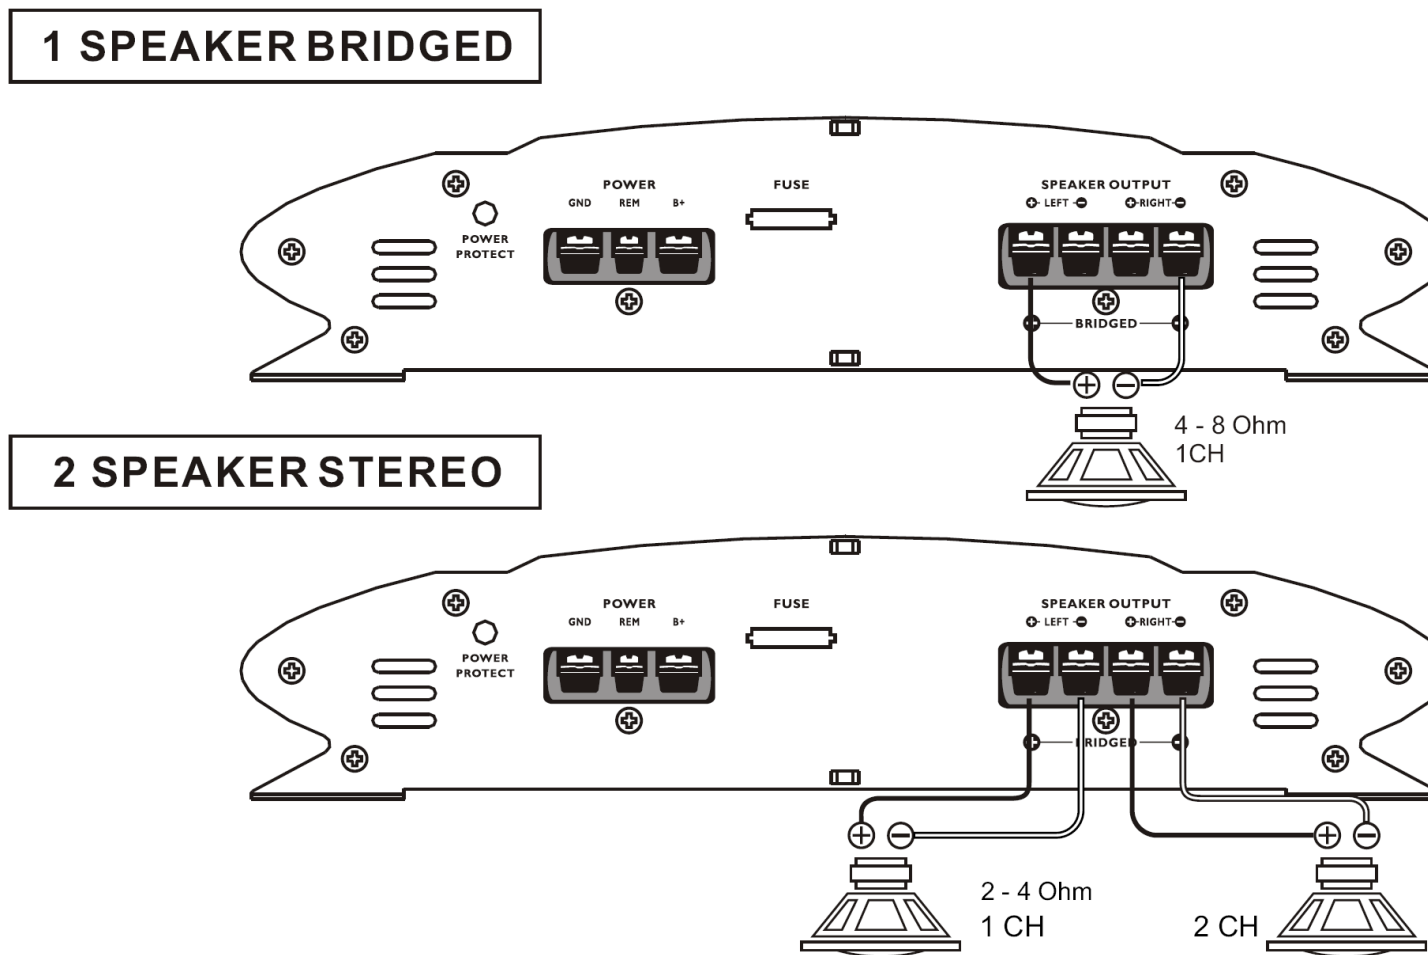

Рис.4.
- При неправильной полярности динамики будут работать в противофазе, что приведёт к гашению низких частот (басов) (См. рис.4).